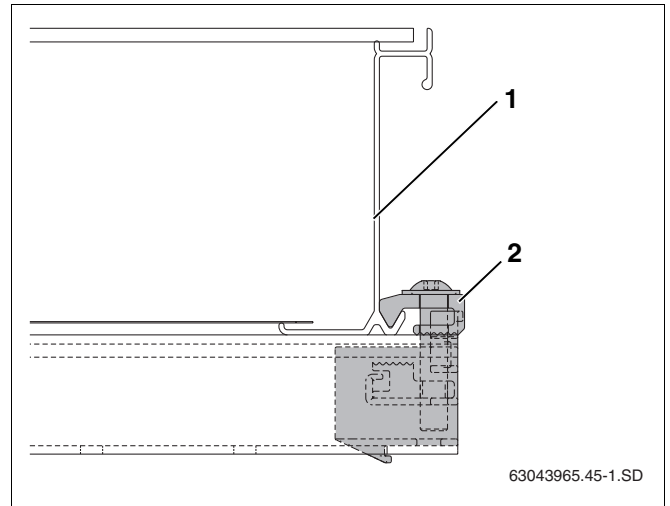

Fig. 47 Tensor unilateral del colector atornillado
- ▶ Deslice el colector (fig. 47, **pos. 1**) con cuidado hasta el tensor unilateral del colector y sitúelo en posición horizontal.
- ▶ Atornille el tensor unilateral del colector con la llave de tamaño 5 (fig. 47, **pos. 2**).
El elemento de sujeción (fig. 47, **pos. 2**) del tensor del colector queda enganchado en el borde inferior del colector.